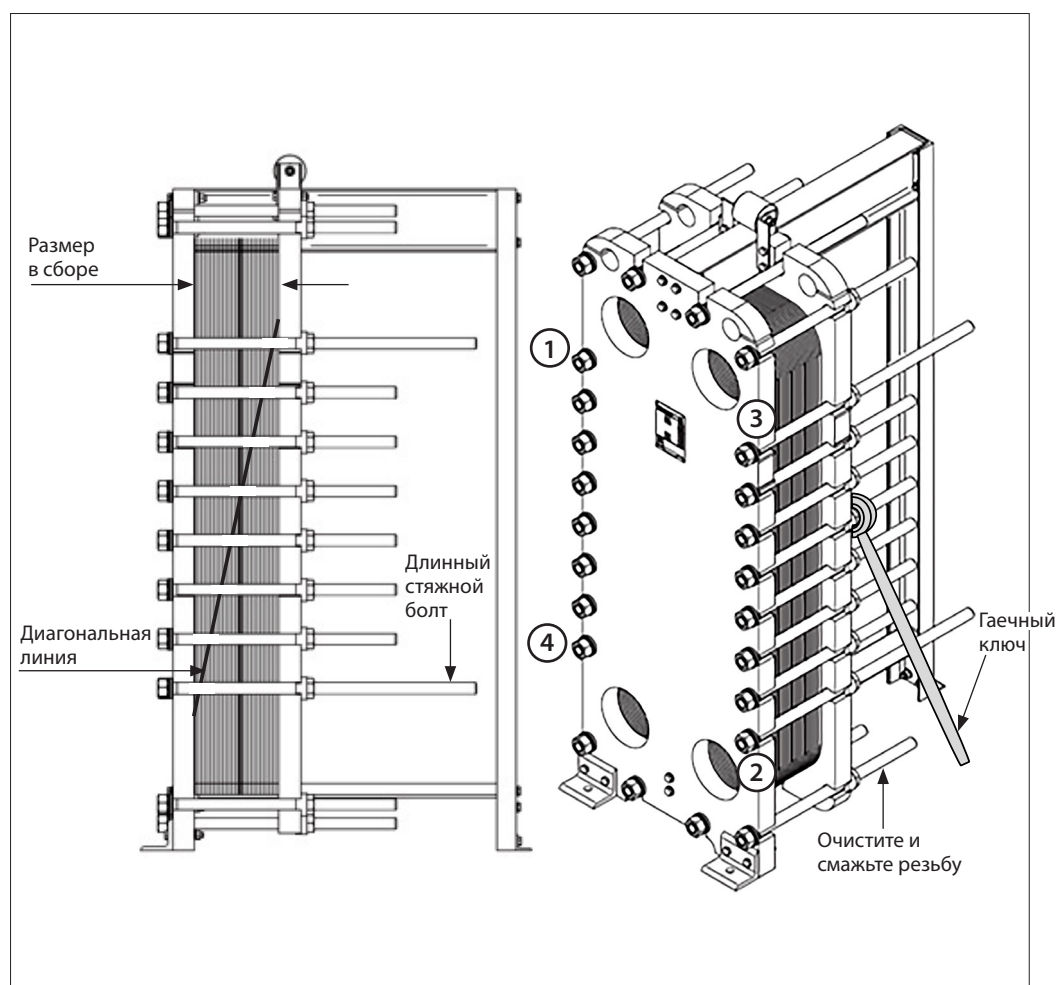

Рис. 14. Заккрытие пластиначатого теплообменника. Внимание! Размер в сборе никогда не должен быть меньше минимального размера в сборе (см. паспортную табличку)
- Установите длинные стяжные болты и затяните их равномерно в порядке 1, 2, 3, 4 (рис. 14) до появления заметного сопротивления, при этом прижимная плита должна постепенно параллельно поджиматься.